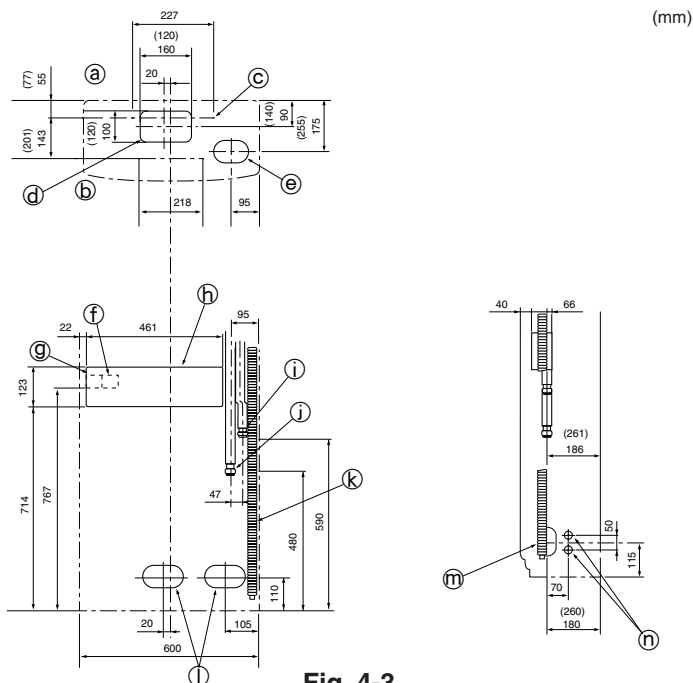

Fig. 4-3
4.3. Lage der Kältemittel- und Auslauf-/Dränagerohrleitungen (Fig. 4-3)